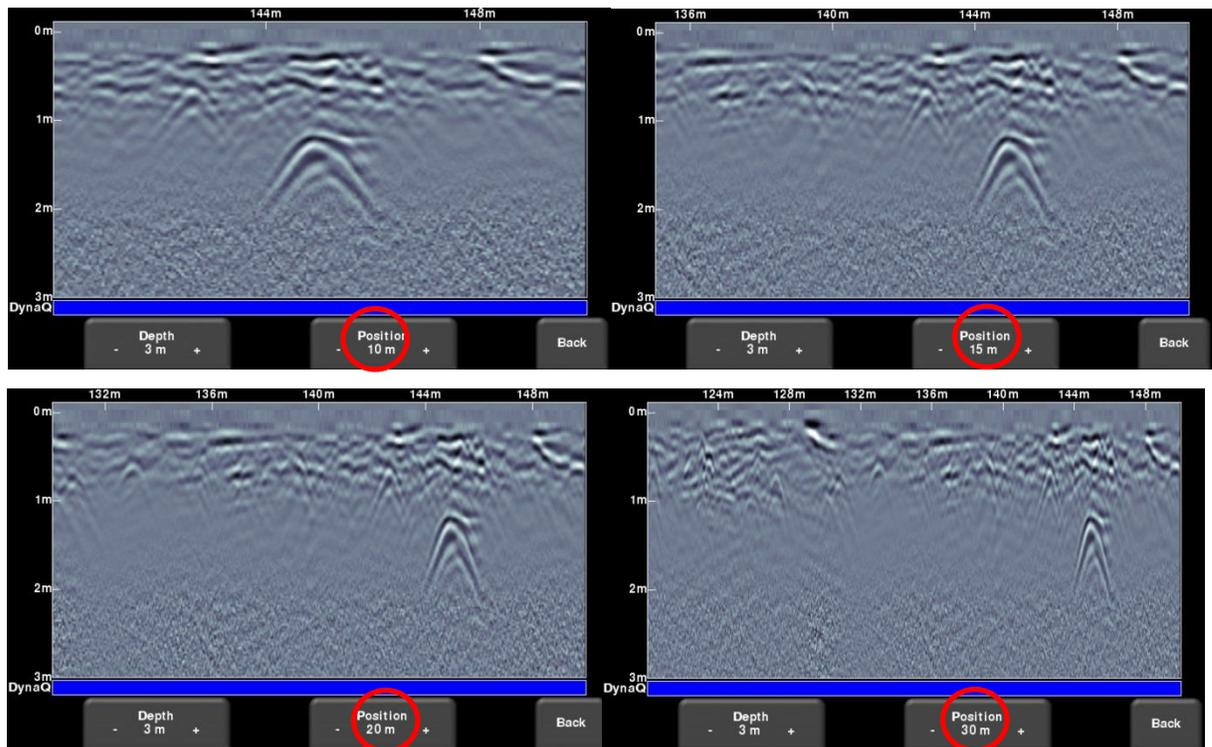

Figure 8-7 : Variation de la position ou de l'échelle horizontale
- **Position** – Appuyez sur + ou - sous la touche **Position** pour modifier la longueur de l'affichage des données sur un seul écran. Il s'agit de l'échelle horizontale. Les valeurs préconfigurées vont de 10 m à 30 m, voir Figure 8-7.